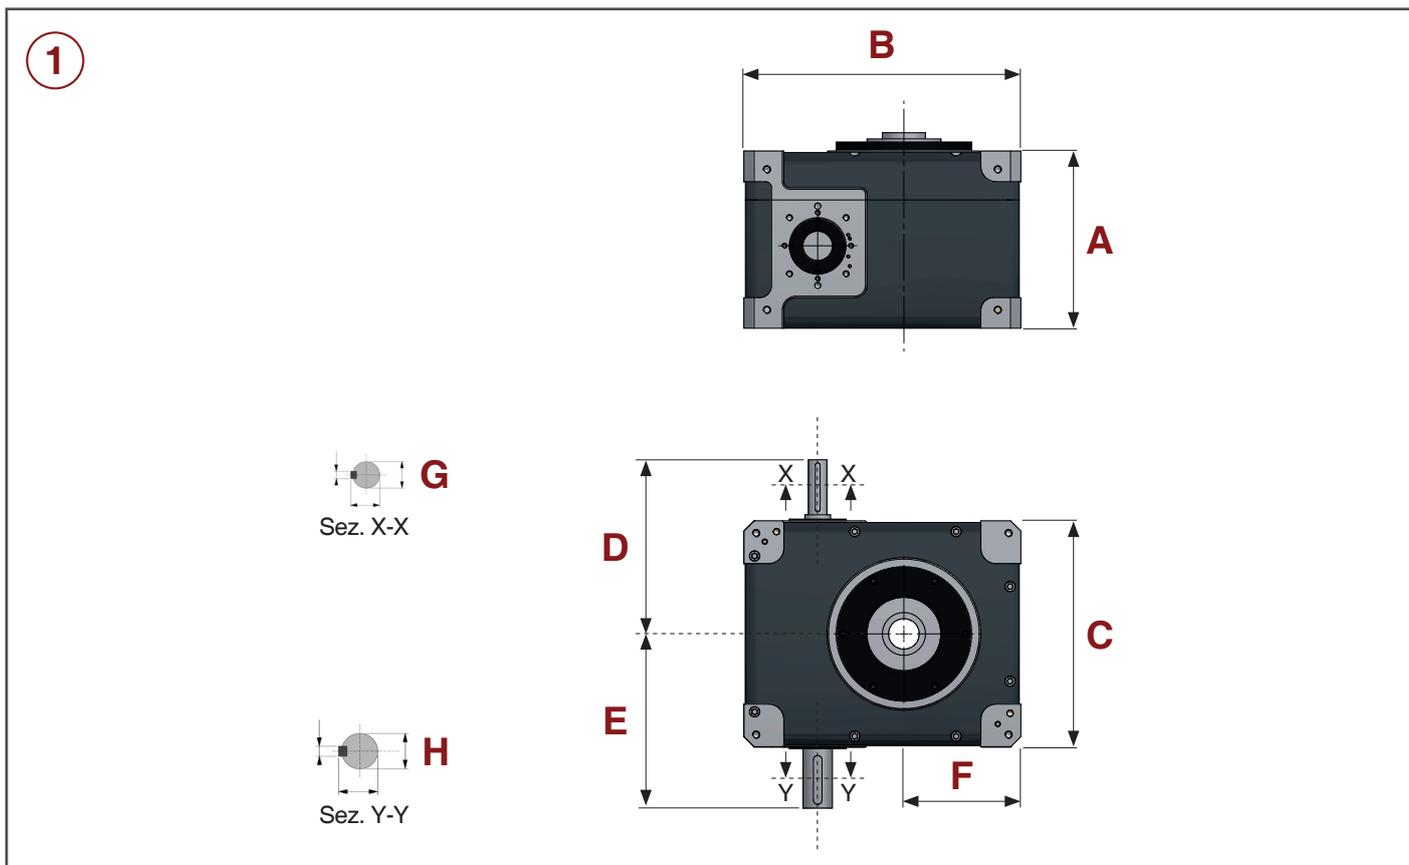

Figura 1 - Picture 1
Svitare le viti (A) che fissano il riduttore alla flangia del divisore, una alla volta (Figura 1).